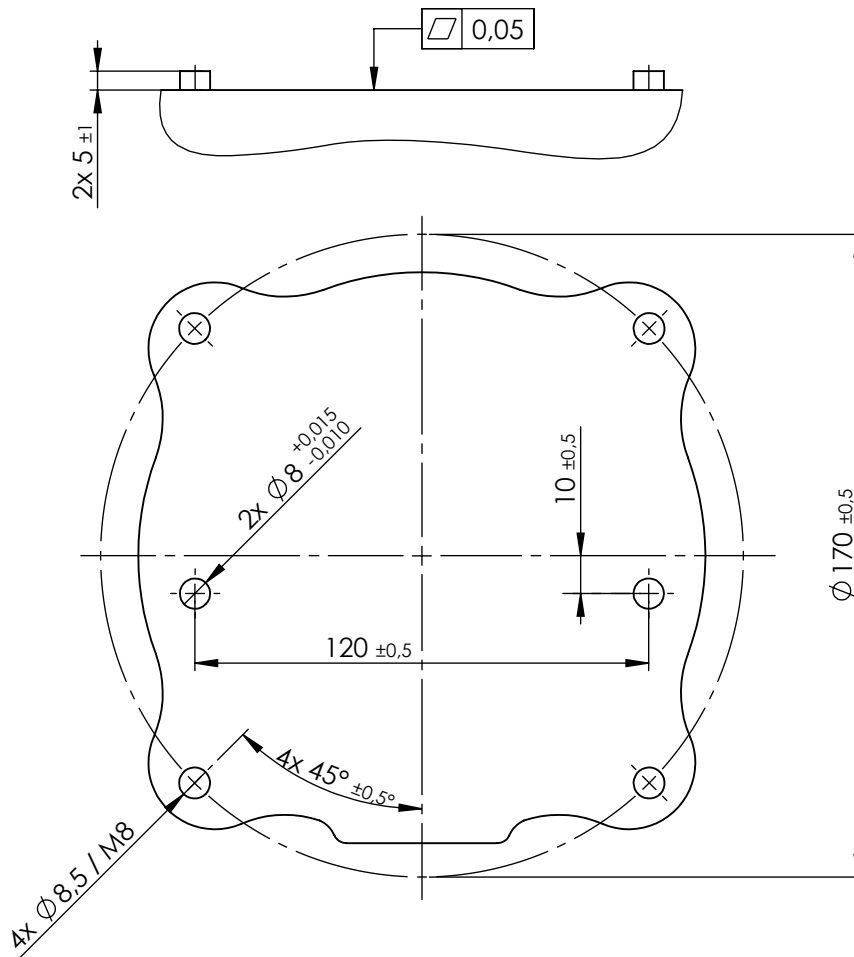

Figura 3.1: Orificios de montaje del robot. Usar cuatro pernos M8. Todas las medidas están en mm.
**Brazo robótico** El brazo robótico se monta utilizando cuatro pernos M8 en los cuatro orificios de 8.5 mm de la base. Se recomienda apretar estos pernos con un par de torsión de 20 N m. En caso de que se desee volver a colocar de forma muy precisa el brazo robótico, se suministran dos orificios de  $\varnothing 8$  para utilizar con una clavija. Asimismo, como accesorio, también puede adquirirse una contrapieza precisa para la base. La figura 3.1 muestra dónde taladrar los orificios y montar los tornillos.